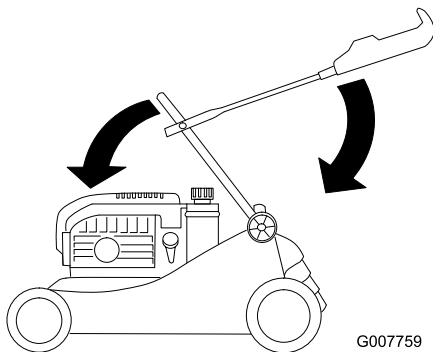

Bild 34
3. Kippen Sie das untere Handgriffteil vorsichtig nach vorne, bis es den Motor berührt (Bild 34).
4. Kippen Sie das obere Handgriffteil vorsichtig nach hinten, bis es flach liegt (Bild 34).